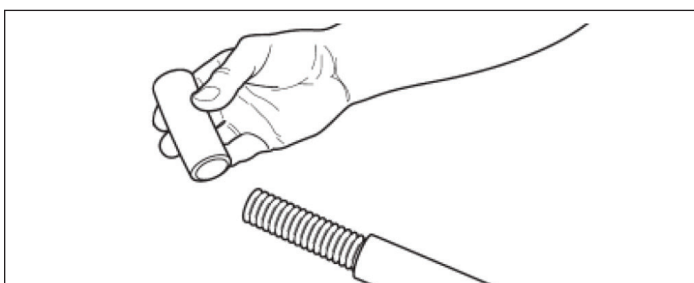

Figure 1-5
7. Retirez la partie coupée de la gaine (figure 1-5).